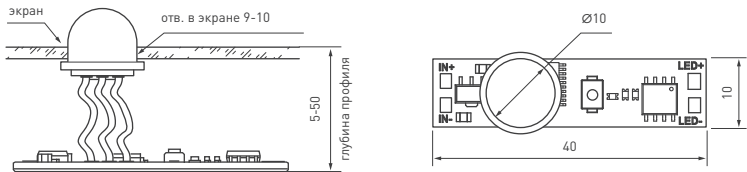
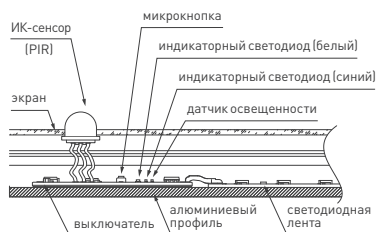
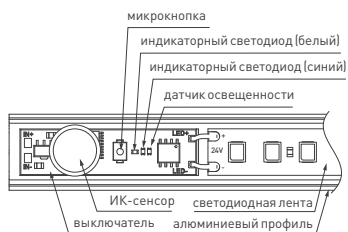

Рис. 1. Чертеж и габаритные размеры
Рисунок 2. ИК-выключатель, установленный в профиль.
Рисунок 3. ИК-выключатель, установленный в профиль.
- 3.7. В светорассеивающем экране профиля, над ИК-выключателем (см. Рис. 2 и Рис. 3), просверлите отверстие диаметром 9–10 мм (см. Рис. 1) для установки ИК-сенсора (PIR).